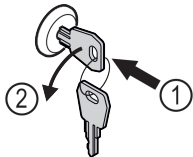

Fig. 123
- ▶ Zatlačte kľúč. Fig. 123 (1)
- ▶ Otočte kľúč o 90° v protismere hodinových ručičiek. Fig. 123 (2)